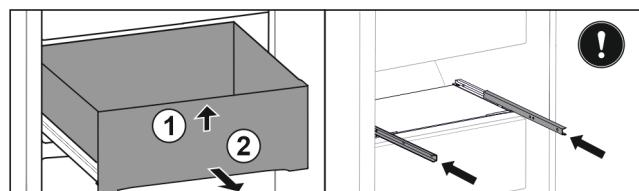

Fig. 123
- Nadvihnite zásuvku vpred. Fig. 123 (1)
- Odoberte zásuvku dopredu. Fig. 123 (2)